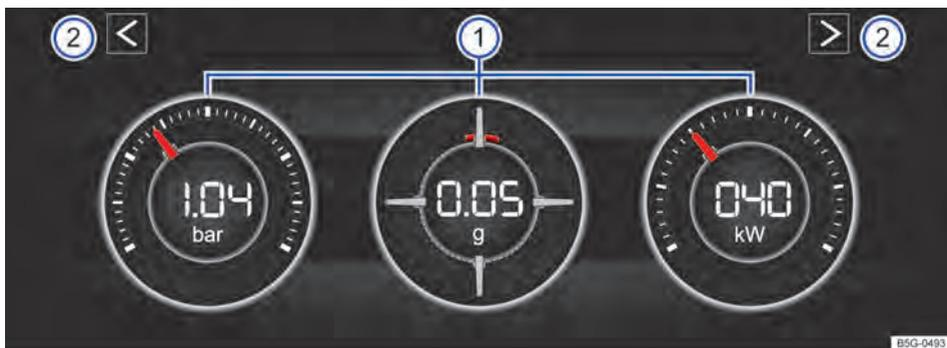

Fig. 61 Na tela do sistema Infotainment: módulo de potência.
Legenda para Fig. 61
Se você desejar alternar entre o módulo de potência e o Laptimer → Página 91, toque em uma das teclas de seta à esquerda e à direita acima dos instrumentos em → Fig. 61 ②.
O display pode exibir, no máximo, 3 instrumentos simultaneamente. Cada um dos instrumentos pode ser selecionado para cada uma das áreas de exibição → Fig. 61 ① (esquerda, central, direita).
- **Indicação da pressão de carga:** a indicação da pressão de carga → Fig. 61 ① (à esquerda) exibe a pressão no circuito do ar de sobrealimentação entre o turbocarregador e o motor (na unidade “bar”). Quanto mais o ponteiro ficar à direita na escala, maior será a potência que o motor desprenderá.
- **Medidor de aceleração (G-Meter):** o medidor da aceleração (G-Meter) → Fig. 61 ① (central) indica na área central o valor da aceleração (na unidade “g”). A marcação vermelha na área disposta em tela indica a intensidade da aceleração e a direção da força que atua (conforme os princípios físicos contrários). Se você, por exemplo, conduzir para a esquerda, a marcação vermelha se moverá para a área
- **Indicação de potência:** a indicação de potência → Fig. 61 ① (à direita) exibe a potência do motor atualmente utilizada como valor digital e na escala adjacente (em kW).
- No módulo de potência, tocar uma das teclas de setas → Fig. 61 ②, para alternar para o Laptimer.
Com as teclas de seta → Fig. 61 ② ou → Fig. 62 você pode alterar a qualquer momento entre Laptimer e módulo de potência.